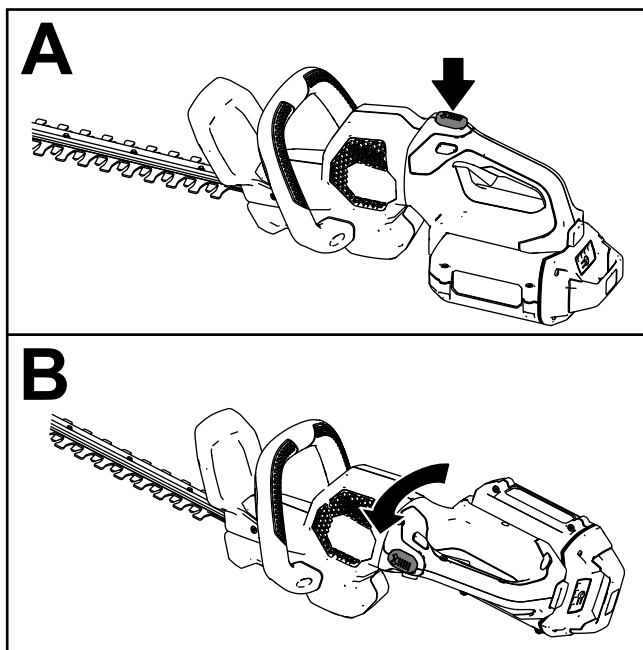

Figure 6
- Appuyez de manière prolongée sur le bouton de verrouillage de rotation (encadré A de la Figure 6).
- Tournez la poignée de 90° vers la droite ou la gauche selon le sens de coupe recherché, puis relâchez le bouton de verrouillage de rotation pour bloquer la poignée à la position voulue (encadré B de la Figure 6).